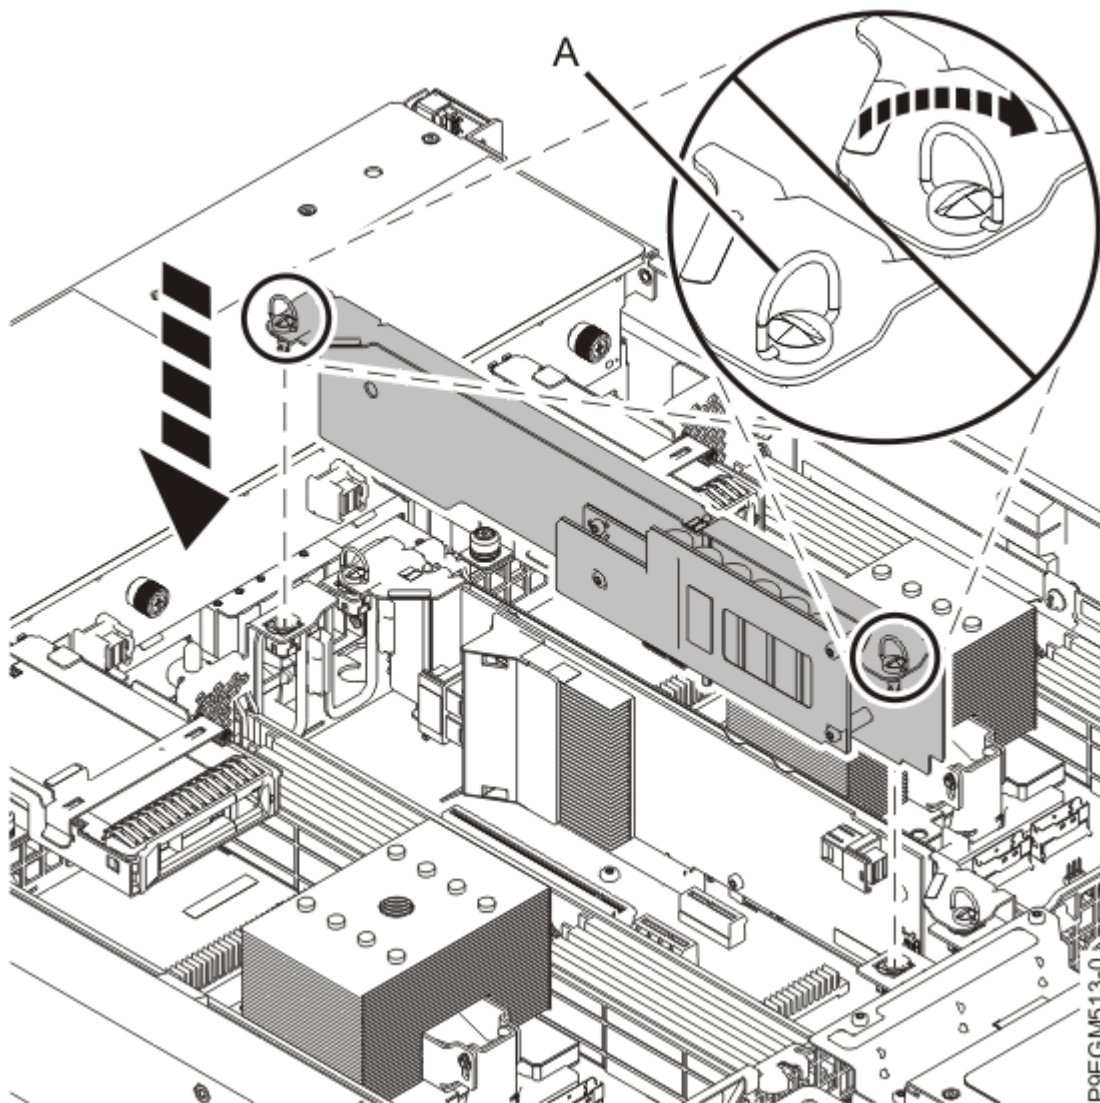

Figura 29. Instalación del módulo de alimentación de reserva
- a) Instale la tarjeta de módulo de alimentación de reserva de repuesto en la misma ranura de la que se ha extraído la tarjeta. Sostenga el módulo de alimentación de reserva por sus asas azules e instale la tarjeta en la ranura. Presione y gire los tornillos (**A**) en el sentido de las agujas del reloj para ajustar completamente la tarjeta de módulo de alimentación de reserva como se muestra en la Figura 29 en la página 35.